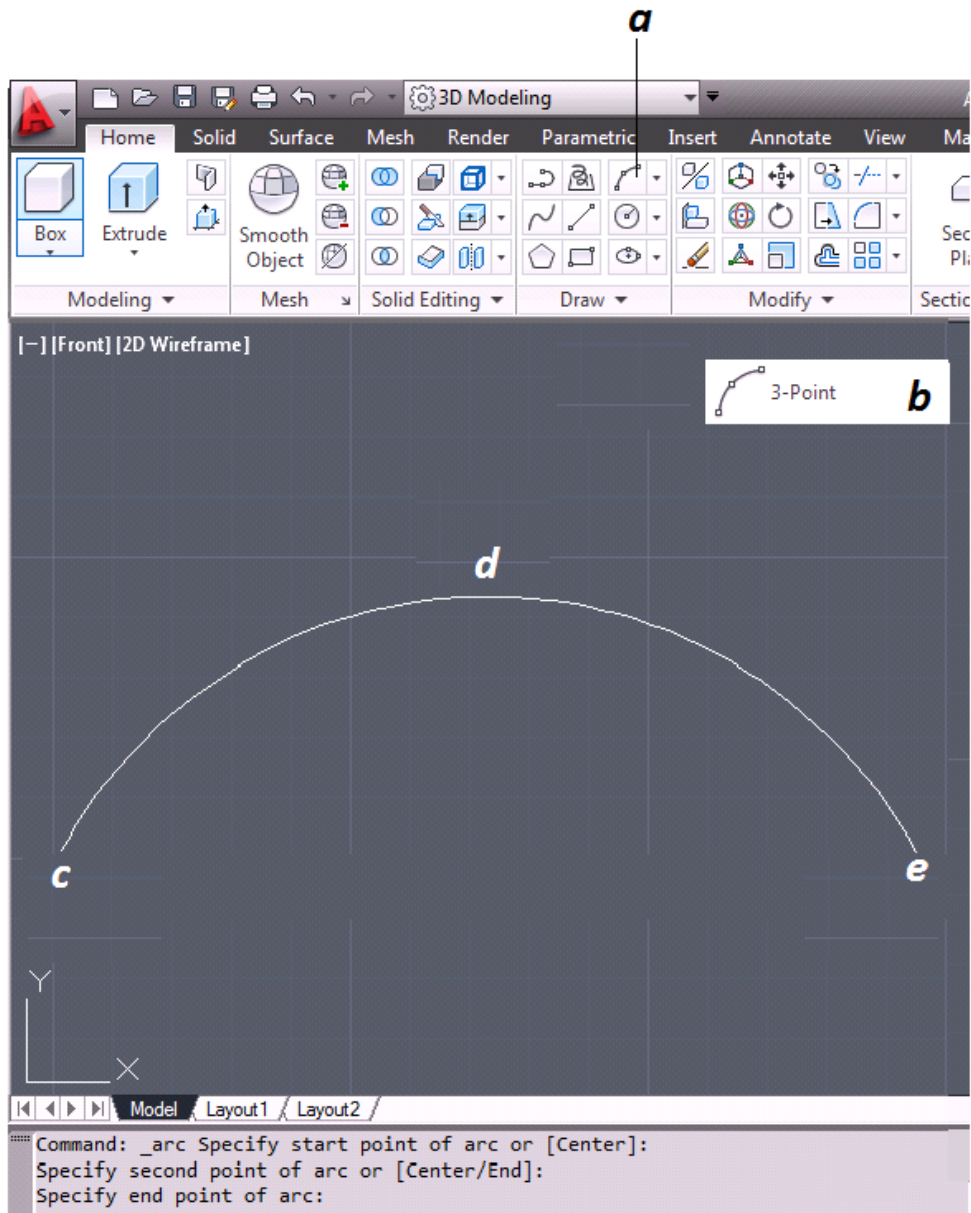

Figura 3.21 Creación de Entidades “Arco”
Ahora se creara un *ARCO* (*figura 3.21*) a partir del comando Arco [*arc*], con la herramienta 3 Puntos [3-Point].
- a. Se selecciona la herramienta Arco de la barra de herramientas (*figura 3.21*).
- b. Se selecciona la herramienta 3 Puntos [3 Points] (*figura 3.21*).
- c. Se piden seleccionar el inicio de nuestro arco (*figura 3.21*).
- d. Ahora el segundo punto o punto medio (*figura 3.21*).
- e. Finalmente se selecciona el último punto del arco (*figura 3.21*).